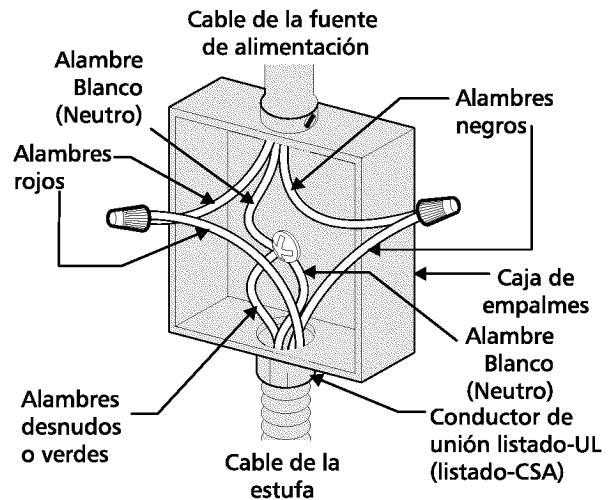

Figura 2 - Sistema eléctrico (ejemplo: caja de empalmes) de 3 alambres (a tierra neutral)
### Donde los códigos locales permitan la conexión del conductor de gabinete-puesta a tierra con el alambre neutro (blanco) de la caja de empalmes (vea figura 2)
2. En el disyuntor, caja de fusibles o la caja de distribución: conecte el artefacto y los cables de la residencia como se muestra en la figura 2.